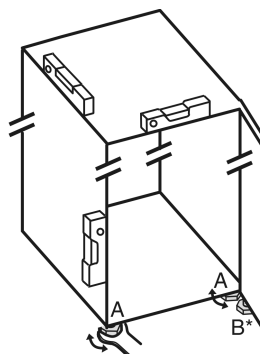

Fig. 27
- ▶ Az állítható lábakat Fig. 27 (A) a mellékelt villáskulccsal és egy vízmérce segítségével csavarja ki addig, amíg a készülék szilárdan és egyenesen be nincs igazítva.
- ▶ A csapágybak állítható lábát Fig. 27 (B) a mellékelt villáskulccsal csavarja ki úgy, hogy a padlón fekvődjön.
- ▶ Az állítható lábat Fig. 27 (B) maximum 90°-kal forgassa tovább, az ajtó károsodását elkerülendő.